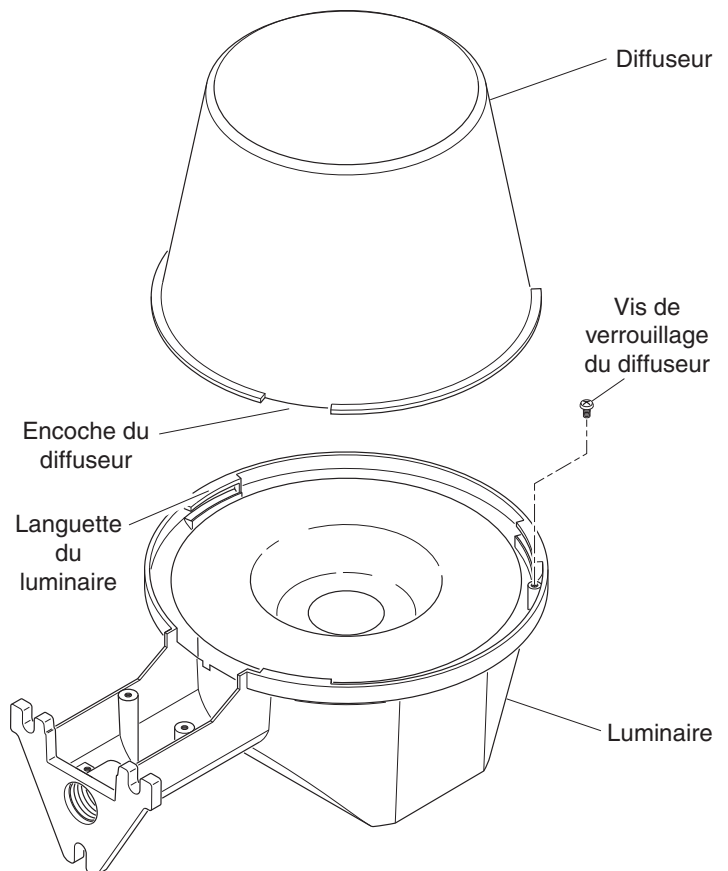

Figure 1
2. Retirez les vis de verrouillage du diffuseur, du luminaire (voir la Figure 1).
3. Alignez les encoches sur le diffuseur avec les languettes du luminaire, puis insérez le diffuseur dans le luminaire (voir la Figure 1).
4. Faites tourner le diffuseur dans le sens horaire jusqu'à ce qu'il s'arrête (voir la Figure 1).
5. Remettez en place les vis de verrouillage retirées à l'étape 2 (voir la Figure 1).